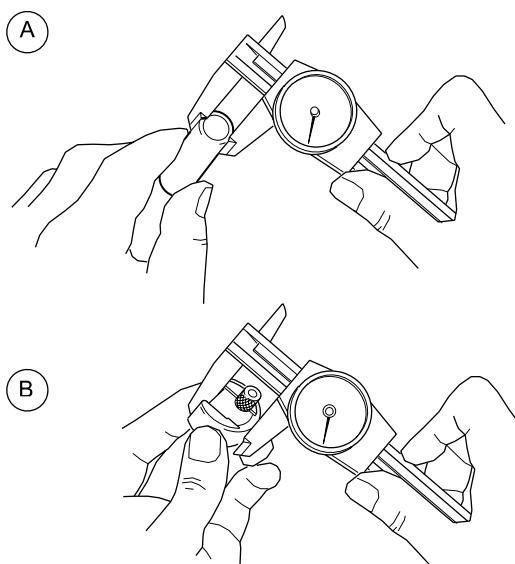

図8：アーク・ギャップ・ゲージを設定する
1. ノギスまたはマイクロメーターを使用して、溶接物の外径サイズを測定します。図8(A)をご参照ください。M200 パワー・サプライの場合、「自動作成」機能を使用すると、アーク・ギャップ・ゲージ設定値を自動で計算します。
3. アーク・ギャップ・ゲージを調節して10ページの表の設定値に合わせます。図8(B)をご参照ください。